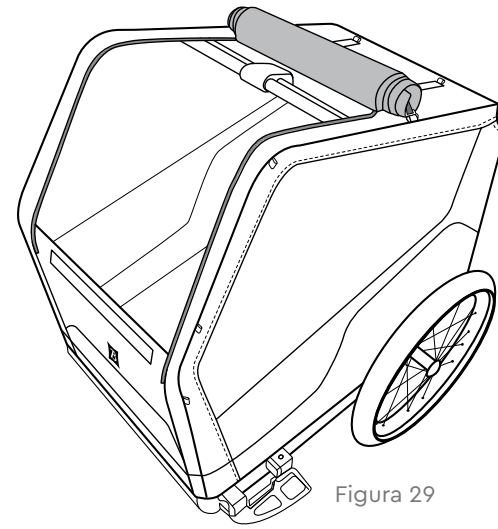

Figura 29
1. La ventana de malla delantera se puede quitar de la parte delantera del remolque. La ventana se puede enrollar y sujetar insertando los ganchos de la puerta en las presillas reflectantes de la posición ② (Figura 29).